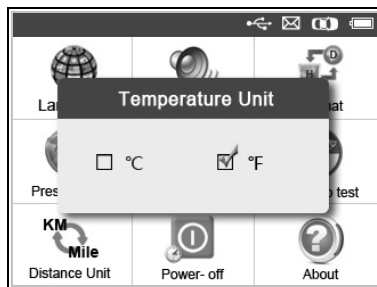

Figure 3.7
- 2) Depuis l'écran **Unité de température**, utiliser le bouton de défilement **vers la gauche/vers la droite** pour sélectionner l'unité désirée de température (Figure 3.7)